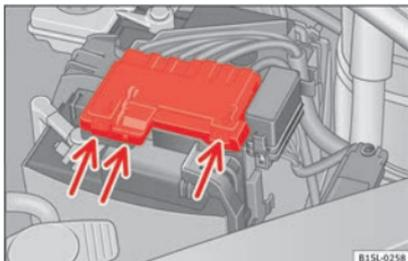

Abb. 113 Im Motorraum: Abdeckung für die Fahrzeugbatterie abnehmen.
- Auf die Laschen »» **Abb. 113** (Pfeile) in Pfeilrichtung drücken und die Batterieabdeckung nach oben abnehmen.